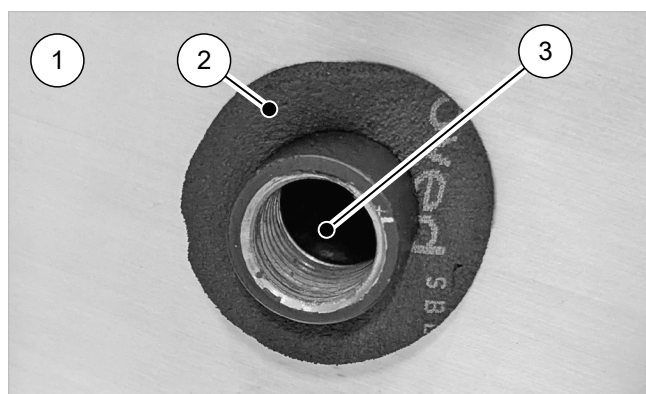

Abb. 15: Rosette in Anschlussrohrdurchführung eingesetzt
1. Zunächst die beiliegenden Rosetten aus dem Montagepack nehmen und den Schutzstreifen von der Klebseite entfernen. Die Rosetten um die vom Speicher zum Lademodul geführten Rohre führen und einkleben (vgl. → Abb. 15).